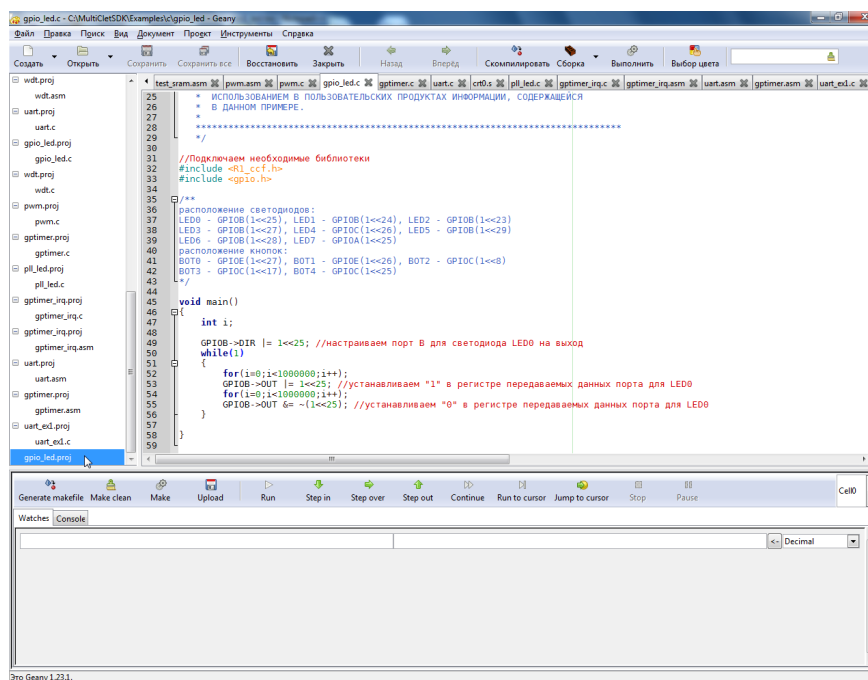

Рис. 9. Дерево проектов
4) Слева в панели проектов отобразится созданный проект. Отображение дерева проектов показано на рис. 9.